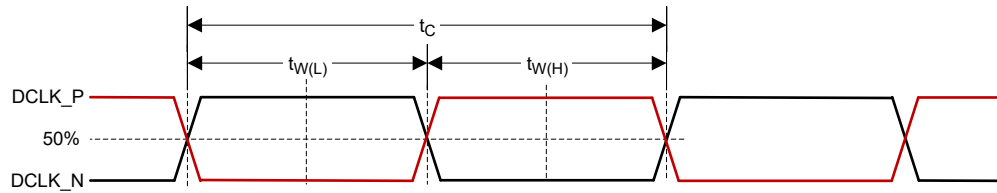

图 5-13. HSSI CLK 特性
(6) 有关 HSSI 的高电平和低电平脉冲持续时间, 请参阅图 5-13。